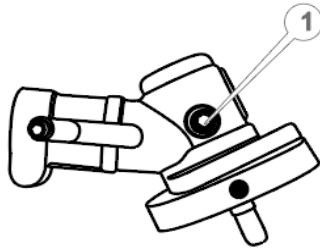

Рисунок 20. Схема змащення кутового редуктора.
1. За допомогою шестигранного ключа 5 мм відкрити гвинт (1, рис. 20).
5. Надійно закрутити гвинт (1, рис. 20).